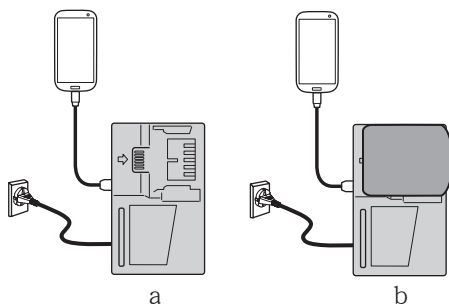

图23
- 将USB设备插入插座进行充电。(图23-a)
- 将USB设备和电池插入插座进行充电。(图23-b)